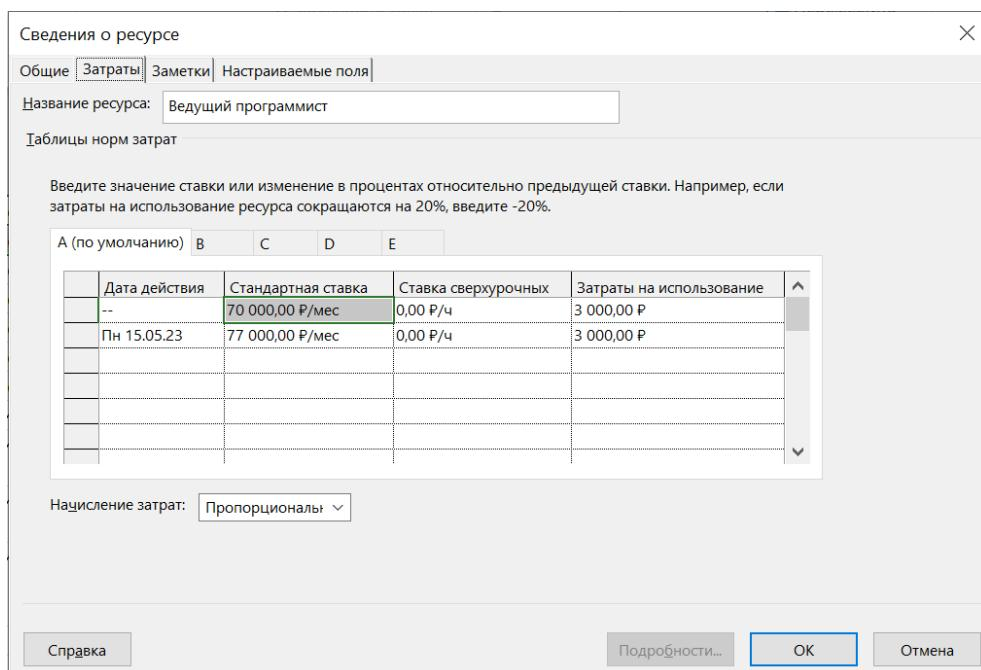

Рисунок 23 – Учет фактических параметров 4
- во время перерыва между задачами в мае ведущий программист прошёл курсы повышения квалификации и его зарплата увеличилась на 10% (рисунок 23).